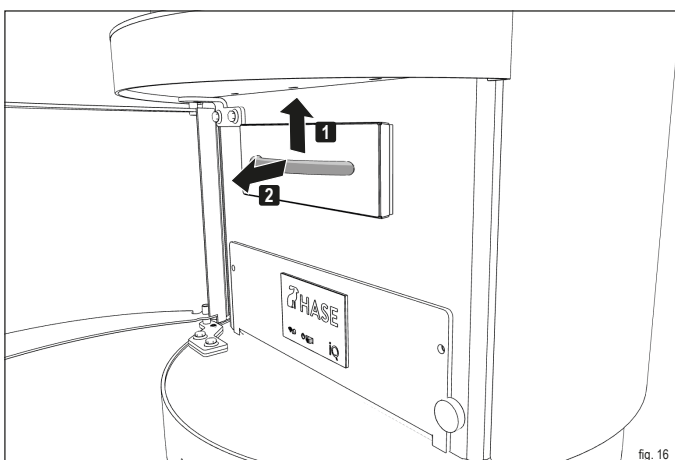

fig. 16
- Estrarre dall'apertura il cassetto di raccolta della cenere presente sul coperchio (fig. 16).
- **Estrarre dall'apertura il cassetto di raccolta della cenere presente sul coperchio (fig. 16).**